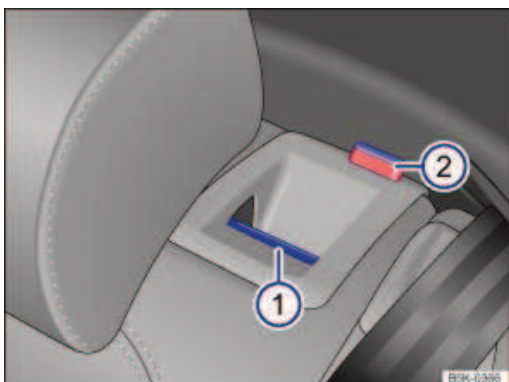

Fig. 79 Dans le dossier de banquette arrière : touche de déverrouillage
- Tirez la touche de déverrouillage → Fig. 79① vers l'avant tout en basculant le dossier de siège arrière vers l'avant.
La partie correspondante du dossier de siège arrière est déverrouillée lorsque le repère rouge → Fig. 79② est visible.
Le repère rouge → Fig. 79② ne doit plus être visible.
- Un repère rouge → Fig. 79 indique que le dossier de siège arrière n'est pas encliqueté. Vérifiez toujours que le repère rouge ne soit jamais visible lorsque le dossier se trouve en position verticale.